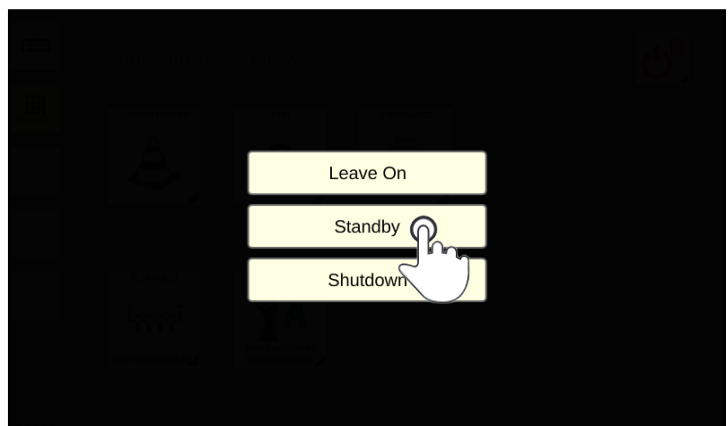

Fig. 76: Activating standby mode
3. Tap “Standby” (see Fig. 76).